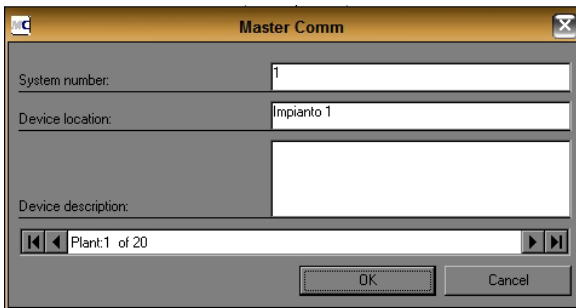

figure 12
2. Sur la figure 12, sélectionner l'installation n° 1 (sauf indication contraire). Cliquer sur « OK ».